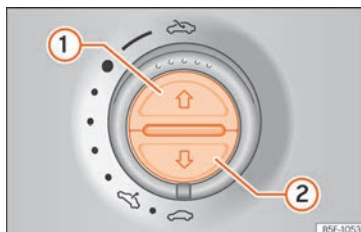

Fig. 149 En el revestimiento interior del techo: teclas de la cortinilla parasol.
Abrir completa-mente (función automática)	Pulse la tecla » fig. 149 ① bre-vemente.
- El conmutador debe estar en la posición de "cerrado" » » 📖 pág. 19 (1).
- *Cortinilla parasol*: Durante los 5 segundos siguientes tras dispararse la función antiaprisionamiento, pulse la tecla » » fig. 149 (2) hasta que la cortinilla quede completamente cerrada.